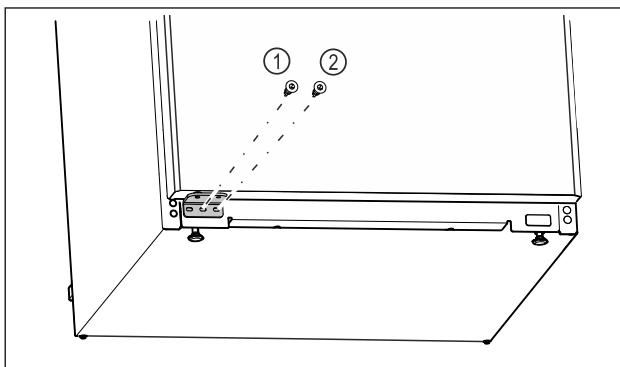

Fig. 21
- Затяните центральный винт опорного кронштейна Fig. 21 (1) отверткой Torx 20.
► Затяните внутренний винт опорного кронштейна Fig. 21 (2) отверткой Torx 20.